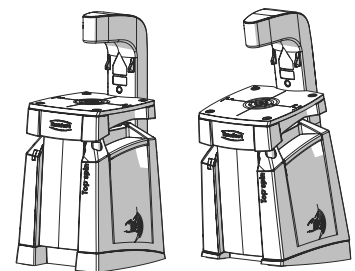

Abb. 2
- ⇒ Wählen Sie die gewünschte Arbeitsposition, Abb. 2 (siehe Kap. 5.4).